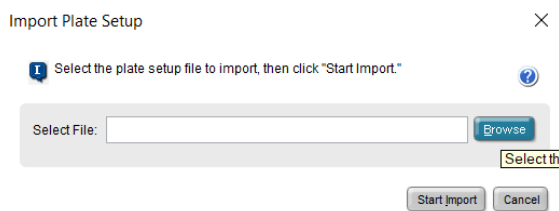

Рисунок 44
11. В открывшемся окне нажать «Browse» и выбрать сохраненный в шаблоне Excel файл данных (рисунок 44).